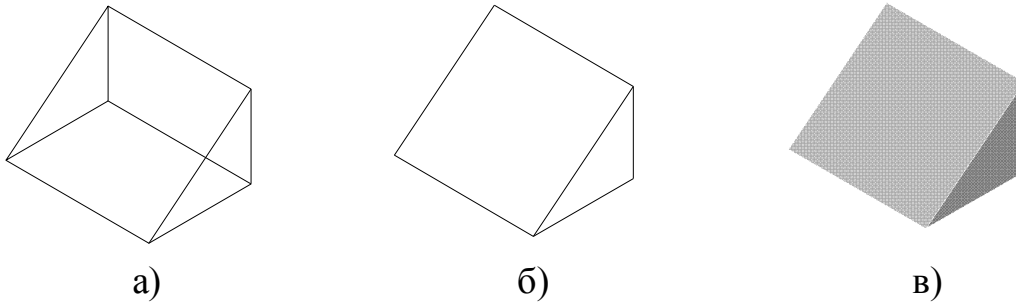
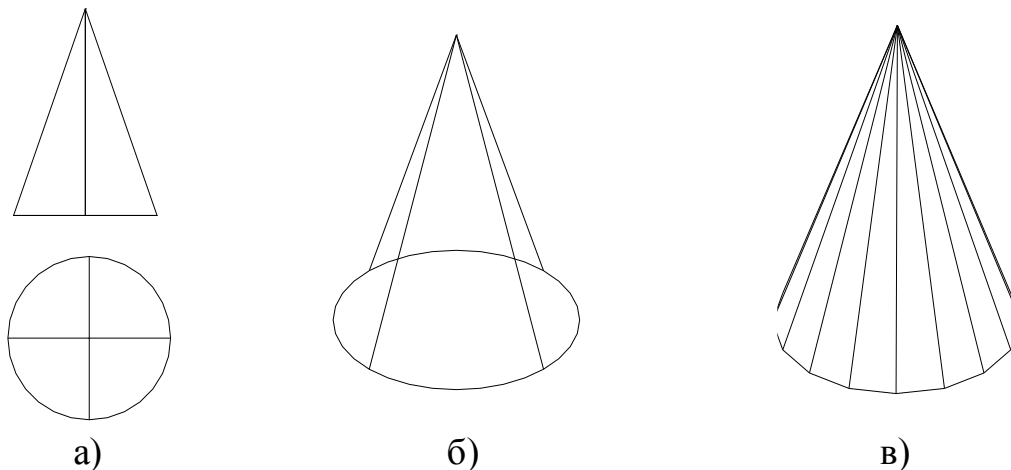

Рис. 106
Рис. 107
2. Команда **WEDGE (КЛИН)** создает твердотельный клин (рис. 106). Основание клина всегда рисуется параллельно плоскости построений текущей системы координат, при этом наклонная грань располагается вдоль оси *X*. Все запросы и ключи аналогичны ключам команды **ЯЩИК**.
3. Команда **CONE (КОНУС)** позволяет создать твердотельный трехмерный конус (рис. 107), основание которого (окружность или эллипс) лежит в плоскости XY , а вершина располагается по оси Z . Для описания конуса задаем координаты центральной точки основания, размеры его основания и высоту.
Указав высоту, получаем вид конуса сверху (рис.107, а). Используя команду **VPOINT (ТЗРЕНИЯ)**, опцию **FRONT (ВПЕРЕД)**, рис.107, а, и **SE ISOMETRIC (ЮЗ ИЗОМЕТРИЯ)**, рис.106, б, а также команду **HIDE (СКРЫТЬ)**, рис.107, в, получим следующие изображения на экране (рис. 107):